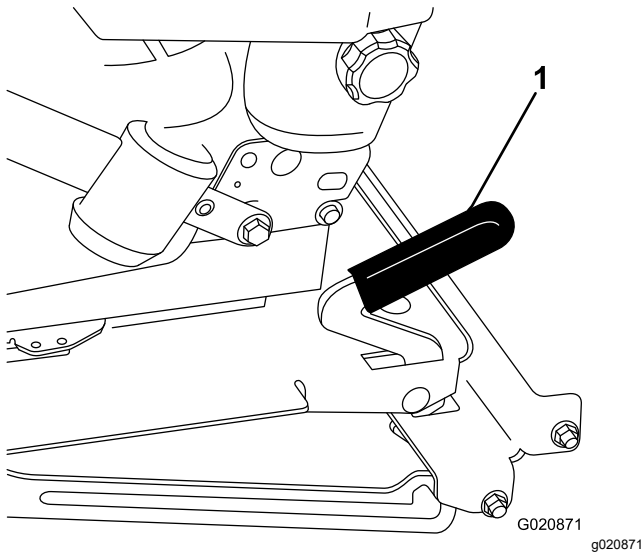

Figura 17
2. Tire del enganche del asiento hacia adelante y levante para desenganchar el asiento (Figura 17).